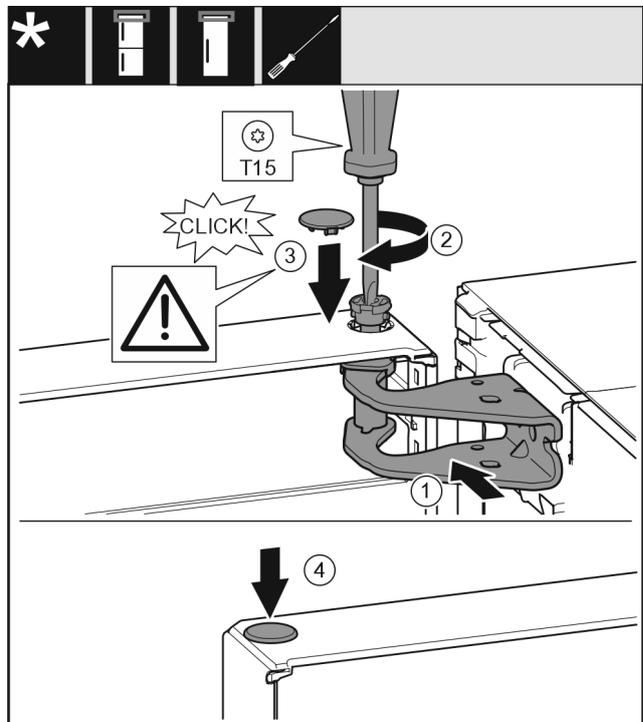

Fig. 17
- ▶ Tür oben zur Öffnung im Lagerbock ausrichten. Fig. 17 (1)
- ▶ Bolzen einsetzen und mit Schraubendreher T15 festschrauben. Fig. 17 (2)
- ▶ Sicherungsabdeckung zur Sicherung der Tür montieren: Sicherungsabdeckung einsetzen und kontrollieren ob sie auf der Tür aufliegt. Ansonsten Bolzen vollständig einsetzen. *Fig. 17 (3)*
- ▶ Stopfen einsetzen. *Fig. 17 (4)*